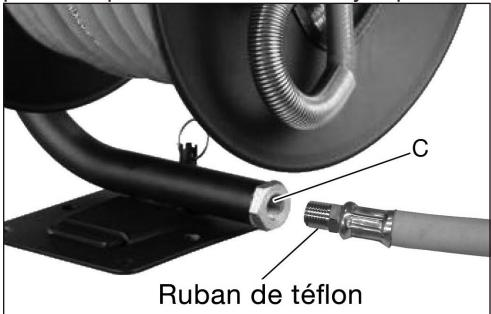

Figure 3
Tirez sur la broche à relâchement rapide (E) et tournez-la à 90 ° soit dans le sens des aiguilles d'une montre, soit dans le sens inverse, insérez le support de l'enrouleur dans le support de fixation mural comme illustré dans la Figure 3, puis tournez à nouveau la broche à relâchement rapide à 90 ° soit dans le sens des aiguilles d'une montre, soit dans le sens inverse afin de fixer l'enrouleur. Pour retirer l'enrouleur du support de fixation mural pour une utilisation à distance, tirez sur la broche à relâchement rapide, tournez-la à 90 ° soit dans le sens des aiguilles d'une montre, soit dans le sens inverse, puis soulevez l'enrouleur pour le sortir du support de fixation.